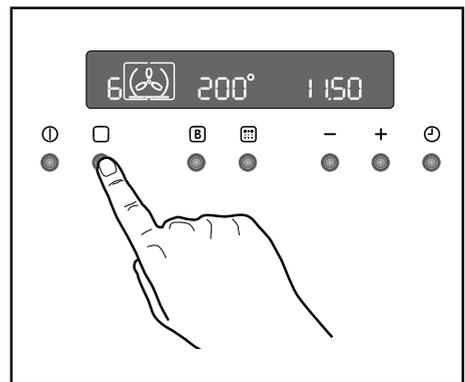

Рис. 5
! Для того чтобы открыть дверцу духового шкафа, всегда беритесь за центральную часть ручки (Рис. 5).
2) Нажмите кнопку **2**, чтобы выбрать нужный режим приготовления. При каждом нажатии кнопки **2** на дисплее появляется символ режима приготовления, а соответствующий его номер появляется слева от символа выбранного режима (Рис. 5).